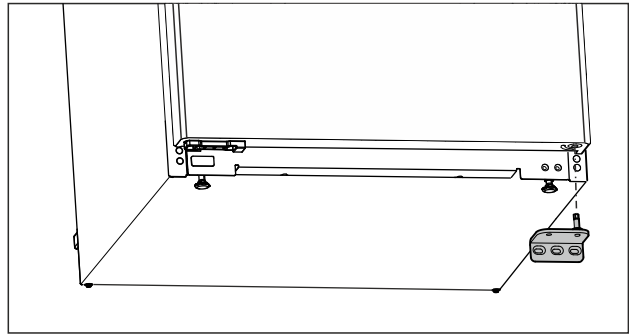

Fig. 13
- Сваляте лагерната стойка надолу. (виж Fig. 13)